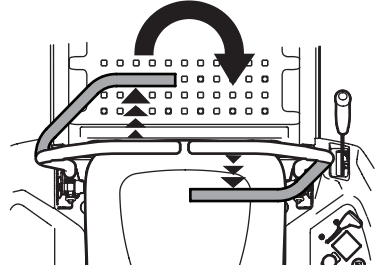

Figura 29
2. Para girar en el sentido de las agujas del reloj, mueva la palanca de control de la transmisión de la barra de seguridad izquierda hacia adelante mientras mueve simultáneamente la palanca de control de la transmisión de la barra de seguridad derecha hacia atrás. Consulte la Figura 29.